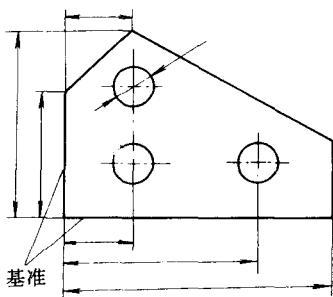

图 1-11 以两个相互垂直的
(1) 以两个互相垂直的平面（或线）为基准 图 1-11 所示该零件上有互相垂直的两个方向的尺寸。图上可以看到外平面上互相垂直的两条线，这两条线即可作为两个方向的划线基准。零件上两个方向的尺寸都可以分别从这两条线为起始线划出。